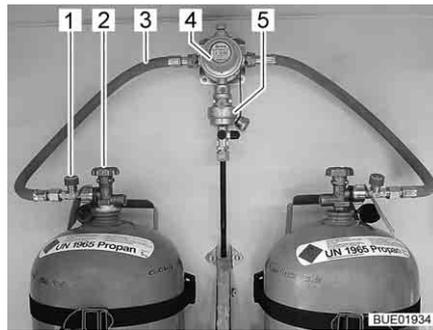
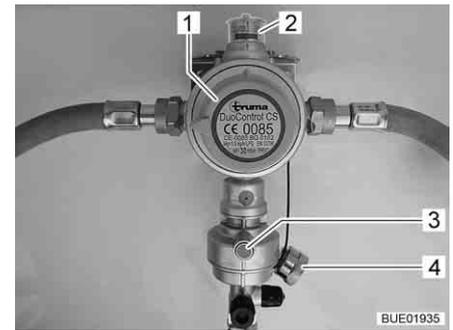

Fig. 112 Bombele del gas con DuoControl
Fig. 113 Impianto di regolazione DuoControl
L'impianto di regolazione DuoControl consiste in una valvola di commutazione (Fig. 112,4) e un sensore crash (Fig. 112,5). L'impianto di regolazione DuoControl è installato tra i tubi flessibili del gas (Fig. 112,3) con un dispositivo antirottura del tubo flessibile (Fig. 112,1). Con la manopola (Fig. 113,1) sulla valvola di commutazione è possibile stabilire quale delle bombole del gas viene utilizzata come bombola in uso e quale come bombola di riserva.
Nella finestra di controllo (Fig. 113,2) viene visualizzato lo stato del rifornimento di gas:
Il funzionamento con una sola bombola del gas è consentito, ma in questi casi il collegamento aperto deve essere assolutamente chiuso con una copertura cieca (Fig. 113,4).
Il sensore crash blocca l'alimentazione del gas in caso di forti vibrazioni (es. incidente). Il sensore crash viene azionato mediante pressione del tasto reset verde (Fig. 113,3).
Il dispositivo antirottura del tubo flessibile (Fig. 112,1) blocca il flusso di gas quando il tubo flessibile collegato si rompe. Il dispositivo antirottura del tubo flessibile deve essere attivato premendo il tasto verde.
Tramite la centralina di controllo (Fig. 114) è possibile attivare e disattivare l'alimentazione del gas tramite l'impianto di regolazione DuoControl. Le valvole principali di arresto (Fig. 112,2) delle bombole del gas e i rubinetti di arresto del gas degli apparecchi devono essere aperti manualmente.
- Con la manopola (Fig. 113,1) sulla valvola di commutazione selezionare la bombola del gas, da cui proviene la principale alimentazione del gas (bombola in uso). Girare la manopola fino all'arresto.
- Aprire le valvole principali di arresto (Fig. 112,2) delle bombole del gas.
- Premere il tasto verde del dispositivo antirottura del tubo flessibile (Fig. 112,1). Nella finestra di controllo (Fig. 113,2) viene visualizzato il simbolo verde.
- Chiudere le valvole principali di arresto (Fig. 112,2) delle bombole del gas.
Se la spia di controllo verde (Fig. 114,6) si spegne durante il funzionamento e la spia di controllo rossa (Fig. 114,5) si accende, significa che la bombola in uso è vuota e deve essere sostituita. Nella finestra di controllo (Fig. 113,2) viene visualizzato il simbolo rosso. La bombola di riserva continua ad alimentare le utenze a gas.
- Ruotare di mezzo giro la manopola (Fig. 113,1) in direzione della bombola del gas utilizzata. In questo modo questa bombola del gas ora è la bombola in uso, mentre la bombola del gas vuota diventa la bombola di riserva. Il simbolo nella finestra di controllo (Fig. 113,2) passa da rosso a verde.
- Chiudere la valvola principale di arresto (Fig. 112,2) della bombola del gas vuota. Osservare la direzione della freccia.
- Premere il tasto verde del dispositivo antirottura del tubo flessibile (Fig. 112,1).